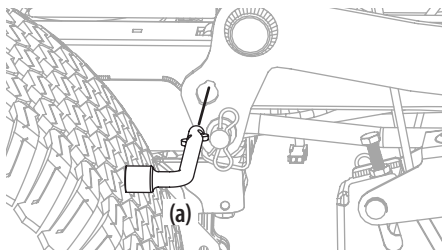

Figure 43
5. Sur les tracteurs équipés du bouton de levage du plateau, utilisez la pédale et le bouton de levage du plateau pour placer le plateau dans la position la plus basse, puis utilisez l'outil multiple (a) pour verrouiller les composants de l'élévateur du plateau en place, comme indiqué dans la Figure 43.